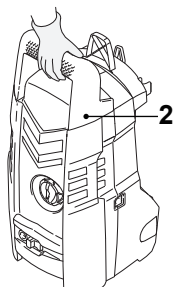

Fig. 32
3. Transporte siempre la máquina sujetándola por su asa (2) (Fig. 32).